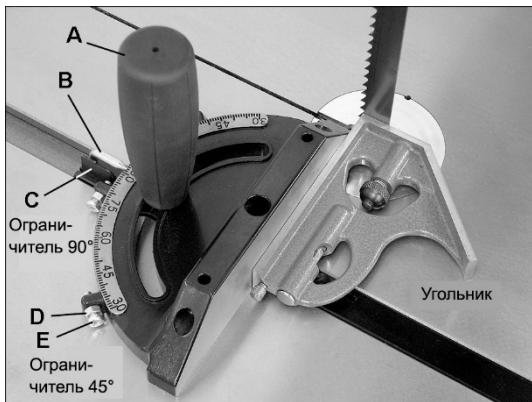

Рис. 32.
1. Приложите угольник к передней поверхности углового упора и к поверхности пильного полотна, как показано на Рис. 32.
7. Ограничители для распила под углом  $45^\circ$  проверяются аналогичным образом с помощью угловой шкалы, изображенной на Рис. 32.